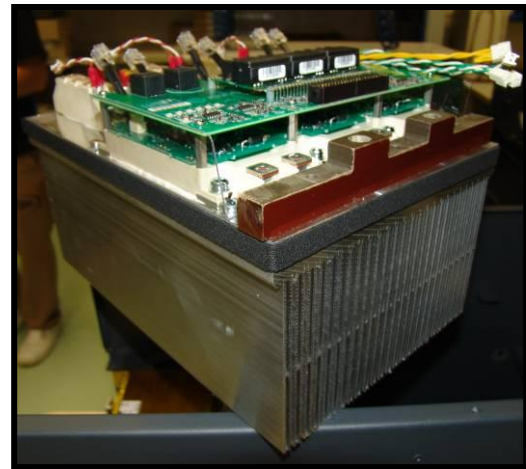

Figura 7.4.31
- 2) Coger los tiristores y la tarjeta inferior gate drive y untarle en su parte inferior la pasta termo conductora (ver figura 7.4.31)